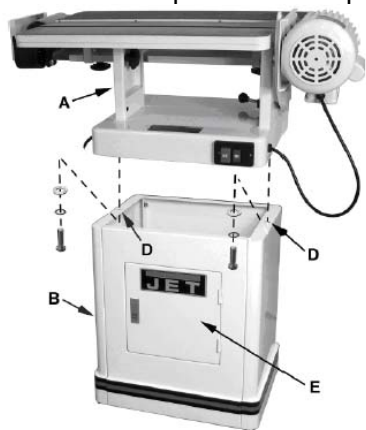

Рис. 2
ВНИМАНИЕ: узел с двигателем и шлифовальной головой имеет массу (А) 95 кг! Будьте осторожны и используйте подходящие вспомогательные средства для подъёма (Рис. 2). Откройте дверцу (Е) и закрепите шлифовальный узел 2 шестигранными винтами и шайбами (D).